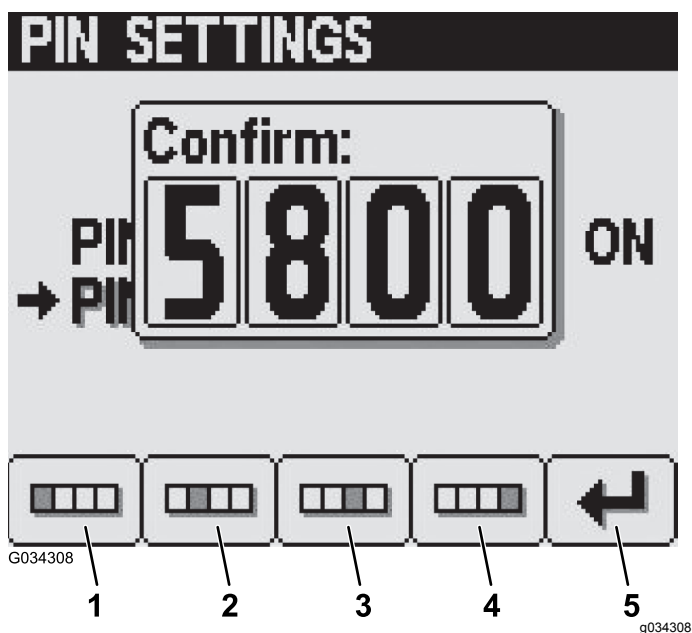

Figura 29
6. No ecrã de confirmação, prima os botões 1 a 4 para introduzir o seu novo código PIN. Quando terminar a introdução do PIN, prima o botão 5 (Figura 29).
**Nota:** Depois de confirmar o código PIN (Figura 29), surge o ecrã de PIN corrigido durante aproximadamente 5 segundos.